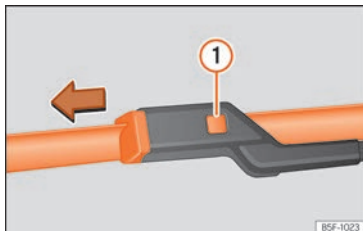

Abb. 51 Scheibenwischerblätter vorne auswechseln.
- Entriegelungstaste » **Abb. 51** **i** gedrückt halten und gleichzeitig das Scheibenwischerblatt in Pfeilrichtung abziehen.